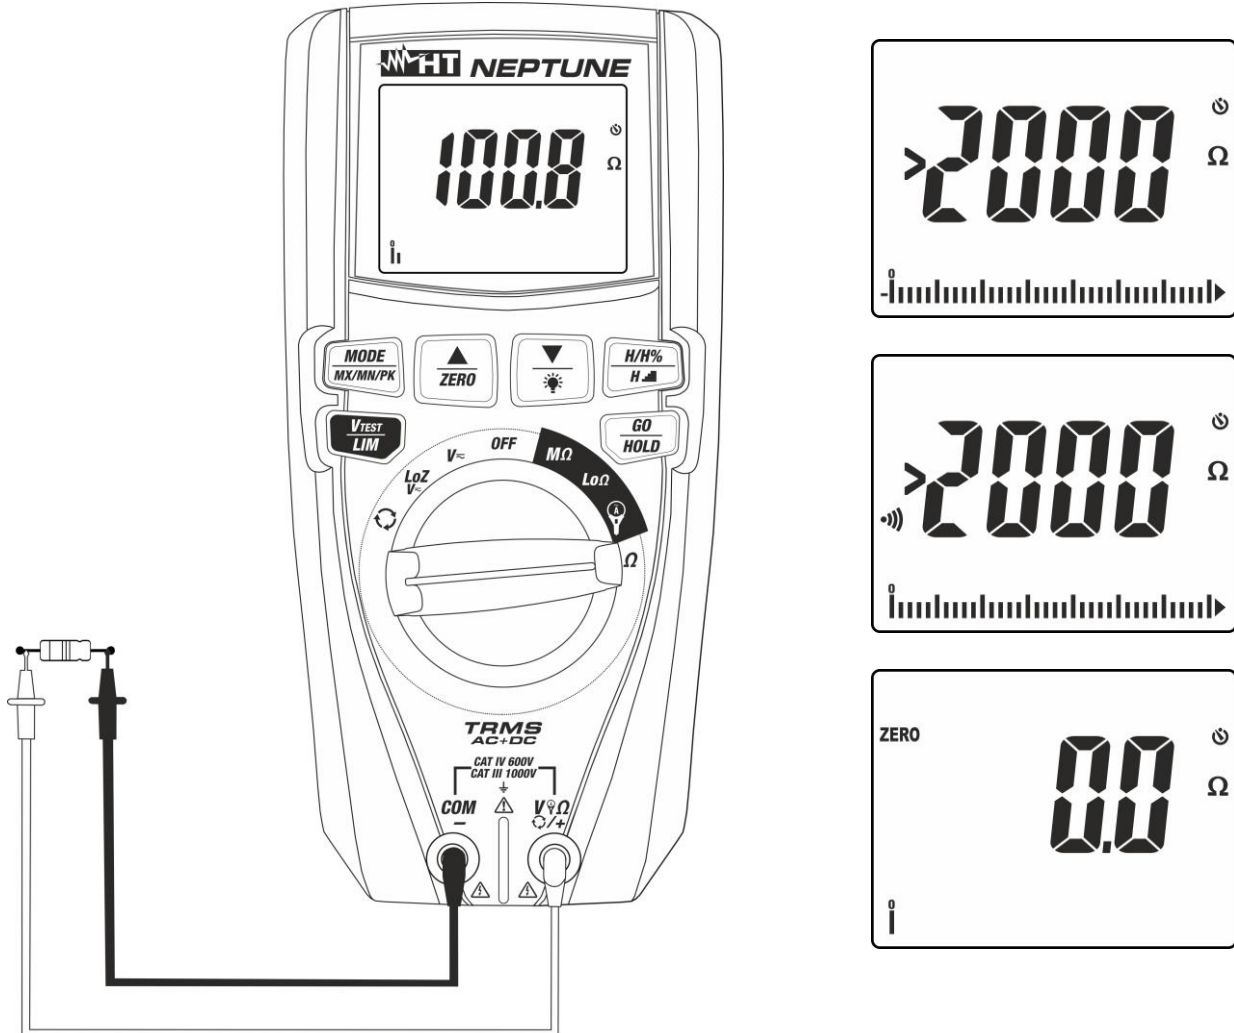

Fig. 9: Uso del instrumento para medida de Resistencia y Prueba de Continuidad
4. Posicione las puntas en los puntos deseados del circuito en examen (ver la Fig. 9). El valor de la resistencia se muestra en pantalla
5. Si en el visualizador se muestra el mensaje ">2000 $\Omega$ " (ver la Fig. 9) se ha alcanzado el fondo escala del instrumento